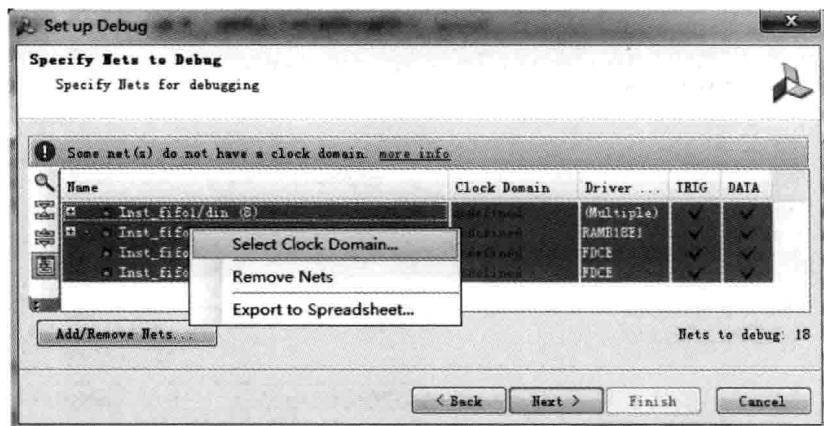

图 3.12 为需要调试的网络指定时钟网络
(5) 如图 3.12 所示,单击左键,同时按下 Shift 按键,选中所有四行需要调试的网络信号。然后,单击右键,出现浮动菜单。在浮动菜单内,选择 Select Clock Domain…选项。